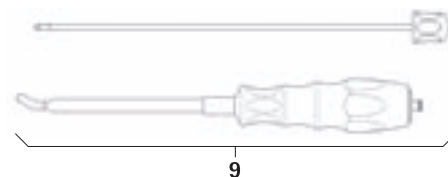

Fig. 5
- Démontez l'instrument de pose de tige 9, voir Fig. 5: Dévisser entièrement la pièce intérieure.